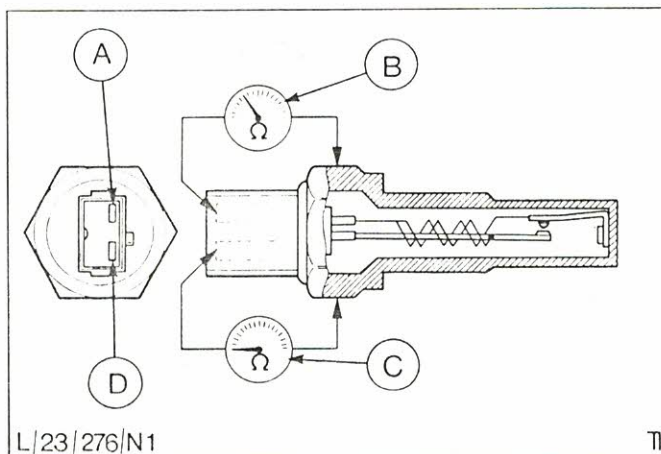

Abb.67 Widerstandsprüfung bei warmem Motor
- i) Motor auf normale Betriebstemperatur bringen und Widerstand erneut prüfen, Abb.67. Am Anschluß - Heizdraht (A) sollte sich jetzt ein höherer Widerstand feststellen lassen, während am Anschluß - Bimetallstreifen (D) ein unterbrochener Stromkreis angezeigt werden sollte.